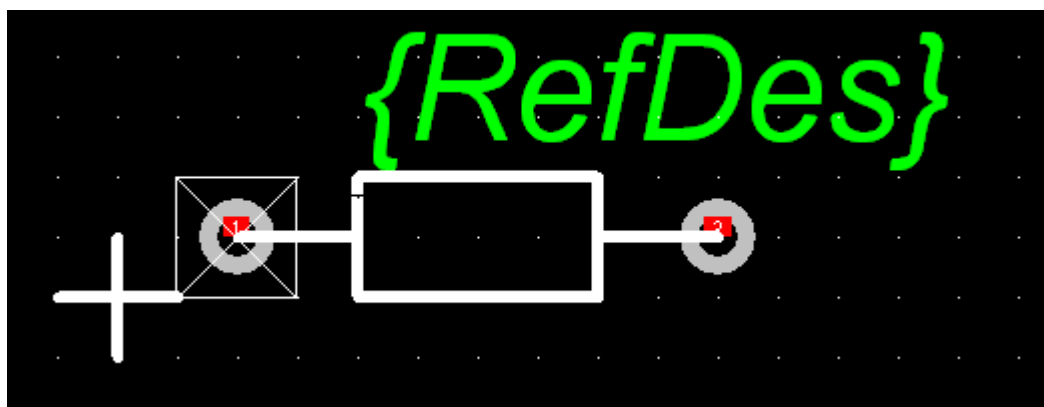

Рис. 18 Посадочное место выпрямительного диода
6.2 Создать корпус маломощного выпрямительного диода можно путем преобразования посадочного места для резистора мощностью 0,125Вт. Для этого достаточно добавить маркер, указывающий полярность выпрямительного диода (рис. 18).
Выводы транзистора должны располагаться также как на рис. 18. Это необходимо для соотнесения выводов символа с цоколевкой выводов транзистора.